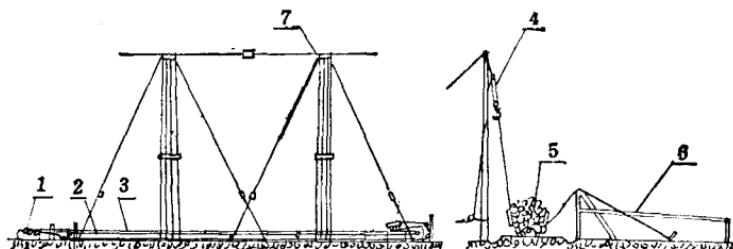

图 1 架杆兜卸机
**架杆兜卸机** 这种卸车机械可以就地取材，投资较少，贮木场自己就可以制造。一台绞盘机可以供几组架杆使用，结构简单（图1），生产效率也较高。但也存在着一些缺点，如